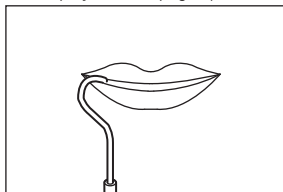

Fig. 6
- 2) Appendere il gancio labiale su un angolo della bocca del paziente. (Fig. 6)